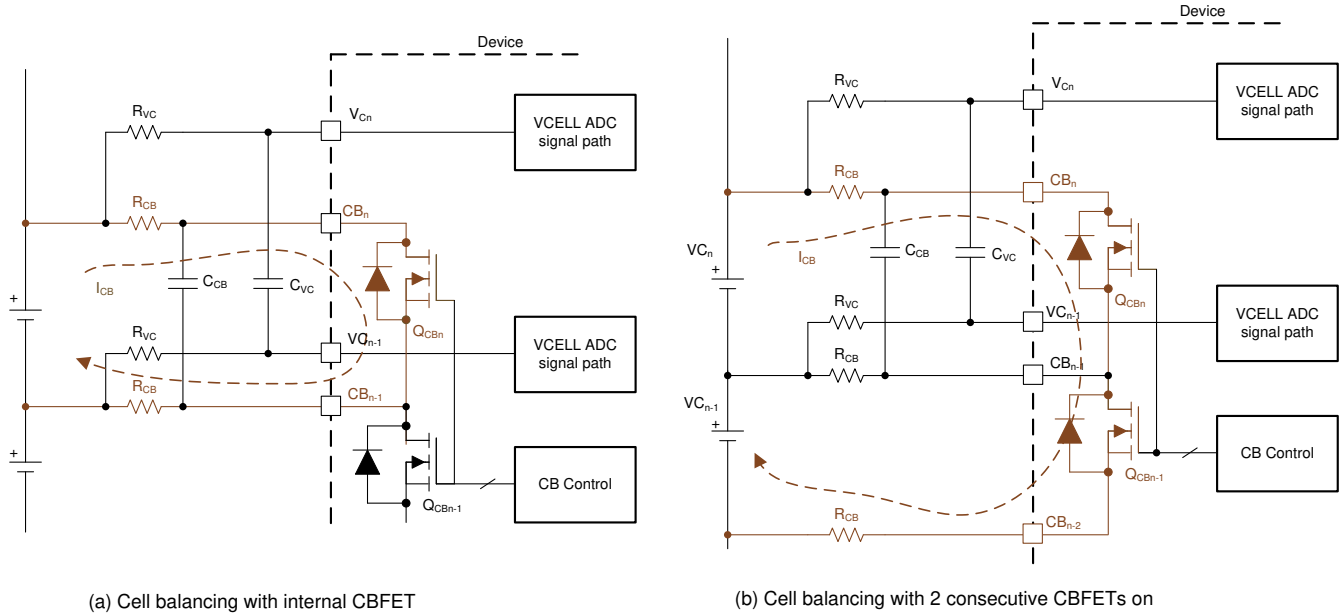

图 8-13. 内部电芯均衡和均衡电流的流动
- 无连续 CBFET 导通时的均衡 (图 8-13 (a)) : $I_{CB} = V_{Cell} / ((2 \times R_{CB}) + R_{dson_{QCB}})$
- 两个连续 CBFET 导通时的均衡 (图 8-13 (b)) : $I_{CB} = (两个 V_{CELL} 之和) / ((2 \times R_{CB}) + R_{dson_{QCBn}} + R_{dson_{(QCBn-1)}})$
- 手动均衡控制 (*[AUTO_BAL] = 0*)：通过该方法，器件将在接收到 *[BAL_GO] = 1* 后开启具有非零均衡计时器设置的 CBFET。在电芯均衡期间不会进行奇数和偶数通道切换，并且在该控制下 *BAL_CTRL1[DUTY2:0]* 设置不适用。主机 MCU 可以通过该方法启用两个连续的 CBFET，并且最多可以启用八个 CBFET。当两个连续的 CBFET 启用并且两个通道都连接到电池电芯时，与没有相邻的 CBFET 开启相比，均衡电流显著不同（图 8-13）。提供 *DEV_CONF[NO_ADJ_CB]* 位是为了在不打算开启相邻通道以进行均衡的系统中避免无意启用相邻的 CBFET。在该控制方法中，器件依靠 MCU 来启用适当的通道。如果 MCU 发送 *[BAL_GO] = 1*，但 CBFET 在无效条件下启用，则器件不会开始均衡并且会设置 *BAL_STAT[INVALID_CBCONF] = 1*。无效配置为以下任一配置：